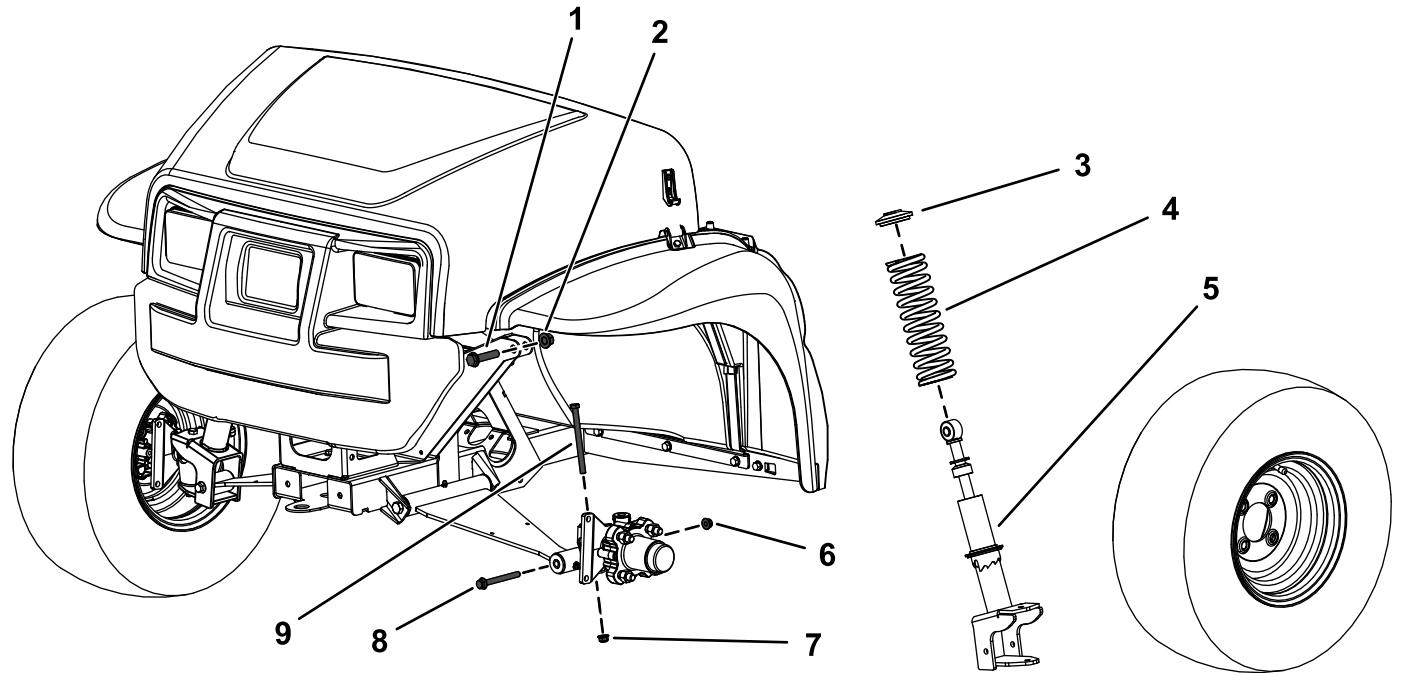

Figure 1
2. Retirez le boulon à tête hexagonale (3/8" x 4¾") et l'écrou à embase (3/8") de la fusée (Figure 1).
3. Retirez le boulon à tête hexagonale (3/8" x 3½") et l'écrou à embase (3/8") du bras de commande (Figure 1).
4. Retirez le boulon à tête hexagonale (½" x 2¼") et le contre-écrou (½") qui fixent la jambe de suspension au cadre supérieur (Figure 1).
5. Déposez la jambe de suspension (Figure 1).
3. Déposez le ressort la jambe de suspension (Figure 1).
4. Installez le nouveau ressort sur la jambe de suspension existante (Figure 1).
tête hexagonale supérieur ($\frac{1}{2}'' \times 2\frac{1}{4}''$) et le contre-écrou ($\frac{1}{2}''$), comme montré à la Figure 1.
4. Posez le boulon à tête hexagonale ($3/8'' \times 4\frac{3}{4}''$) et l'écrou à embase ($3/8''$) sur la fusée (Figure 1).
6. Fixez la partie inférieure de la jambe de suspension au bras de commande avec le boulon à tête hexagonale supérieur ($3/8'' \times 3\frac{1}{2}''$) et l'écrou à embase ($3/8''$), comme montré à la Figure 1.